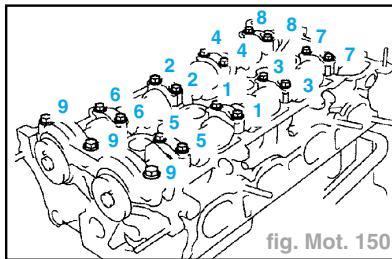

fig. Mot. 150
- Après avoir serré le chapeau de palier d'arbre à cames n°1, serrer les boulons en plusieurs passes, dans l'ordre indiqué (fig. Mot. 150).